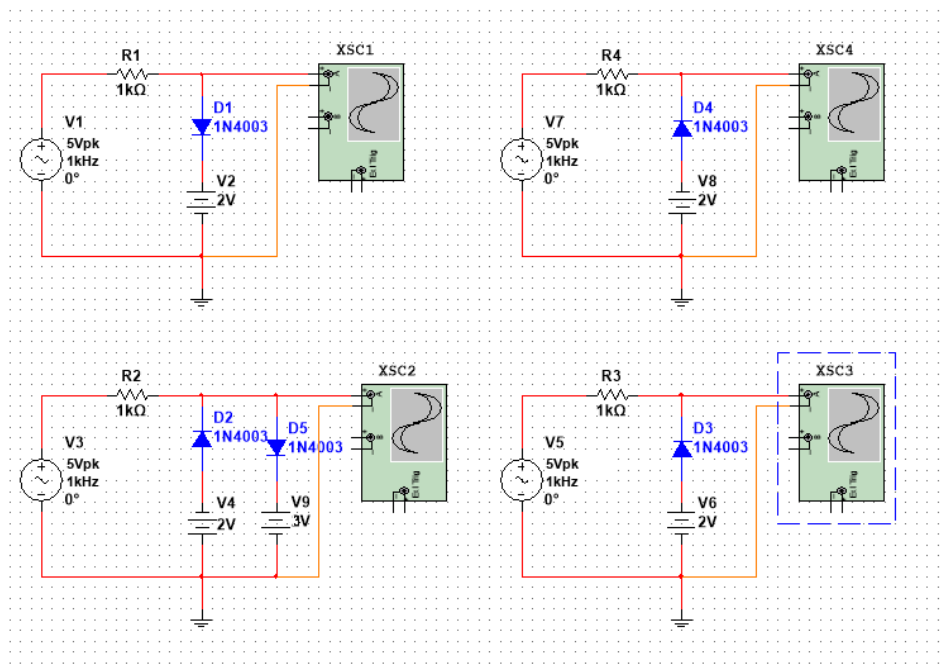

Figura 3. Circuitos recortadores a implementar.
- I. Construya uno por uno los circuitos de la figura 3. Configure W1 como señal sinusoidal de 5V pico y 1 kHz. Reemplace las baterías por las fuentes V+ y V- de la tarjeta, con los valores que indica la figura.
1. En el recortador de D1 y V2 (figura 3) la fuente V_+ está a 2 V, pero la salida se recorta cerca de 2,7 V. ¿De dónde sale esa diferencia? ¿En qué nivel se recortaría si el diodo fuera de germanio?